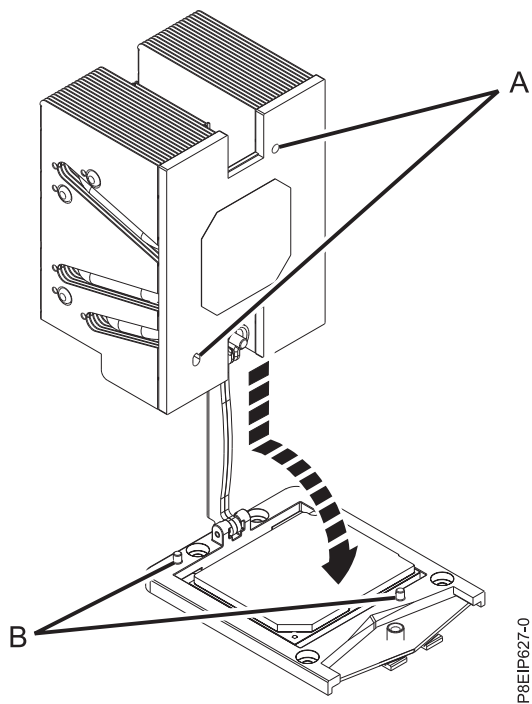

Figure 84. Installation du dissipateur thermique
5. Installez le nouveau dissipateur thermique fourni dans le jeu d'unités FRU. Le matériau d'interface thermique est pré-appliqué au dissipateur thermique. Abaissez avec soin le dissipateur thermique sur le module processeur système en passant le bras de chargement par le dissipateur thermique. Vérifiez que les trous du dissipateur thermique (**A**) sont alignés avec les broches de guidage (**B**) sur le connecteur, comme indiqué dans la figure 84.